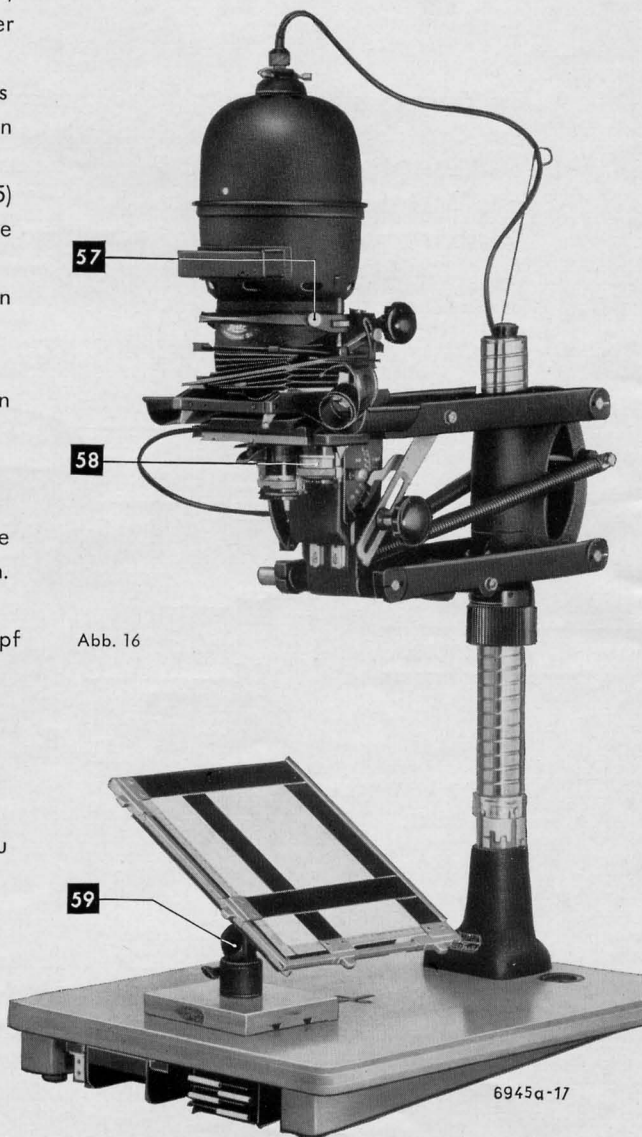

Abb. 16
Die Entzerrungseinrichtung zum FOCOMAT IIc besteht aus einer Filmhalterschwenkvorrichtung (52), unterem (53) und oberem (54) Balgen, einer Doppelglasplatte als Filmhalter (55) und einem Gelenkstück (56 – Abb. 16) mit Grundplatte.
Die endgültige Scharfeinstellung geschieht von Hand mit dem gerändelten Objektivestellungsring (58 – Abb. 16).